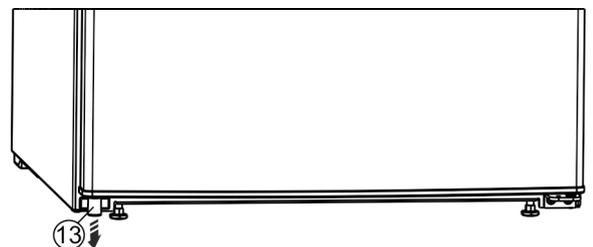

Fig. 11 *
- ▶ Unten links das Distanzteil Fig. 11 (13) aus der Tür herausnehmen.*